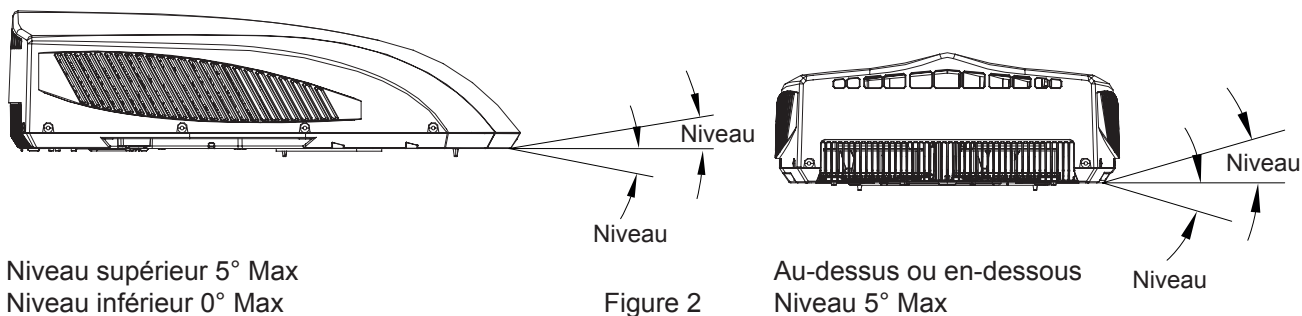

Figure 2
1. Monter le climatiseur de toit aussi droit que possible de l'avant vers l'arrière et sur les côtés, avec le véhicule garé sur une surface plane. La Figure 2 montre les angles maximum autorisés de montage de l'unité au-dessus et en dessous de celle-ci.